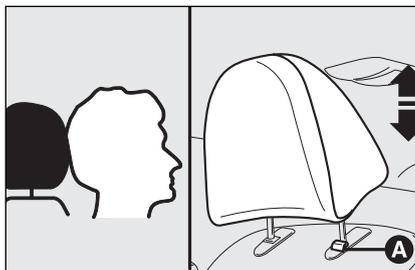

fig. 34
- regolazione verso il basso: premere il tasto **A**-fig. 34 ed abbassare l'appoggiatesta.